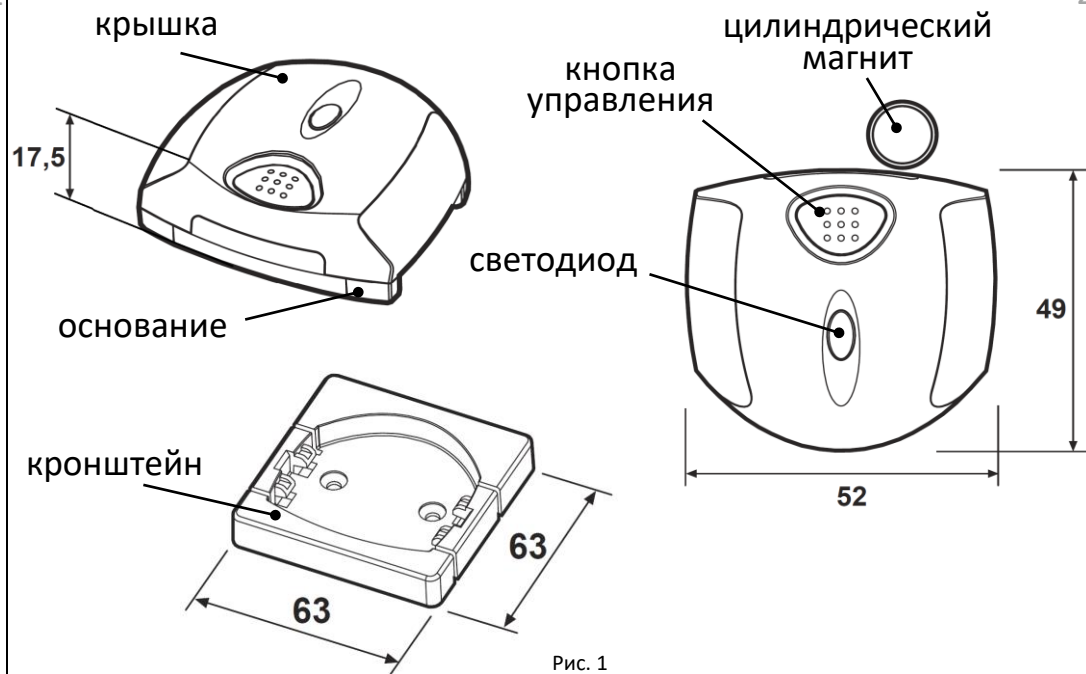
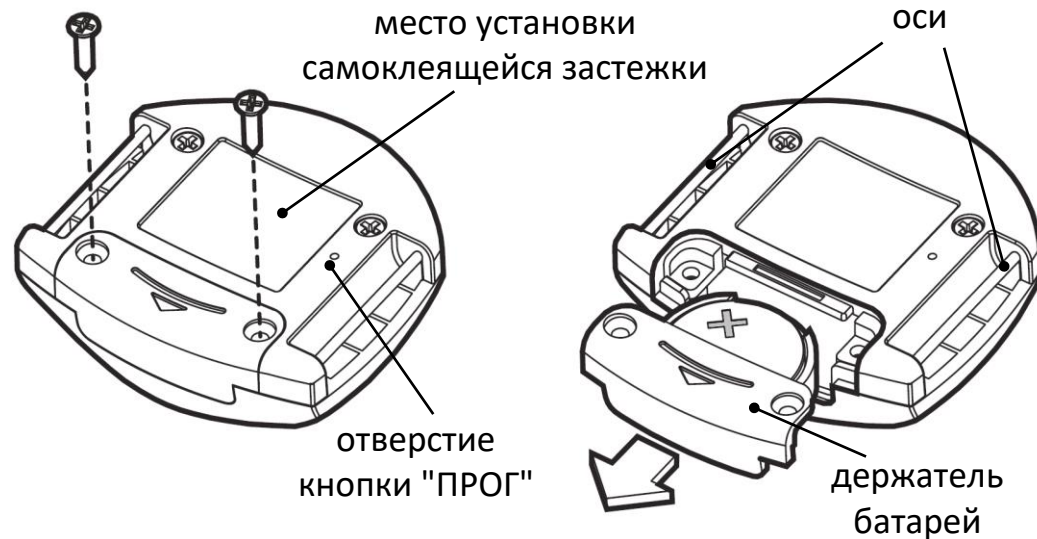

Рис. 1
Рис. 2
Извещатель конструктивно выполнен в виде одного блока (рис.1). На лицевой поверхности корпуса находится двухцветный светодиодный индикатор и кнопка управления. На нижней поверхности корпуса находится отверстие под кнопку программирования ("ПРОГ"). Оси (рис.2) предназначены для крепления ремня или для крепления в кронштейн.
Для смены батарей необходимо отвернуть винты держателя батарей и потянуть его в сторону от извещателя. Батареи устанавливаются в держатель положительным полюсами вверх, так чтобы были видны символ "+". Цилиндрический магнит устанавливается около кнопки управления как показано на рис.1 в месте расположения магниточувствительного элемента.
Нажать правой кнопкой мыши на извещатель в списке дочернего оборудования в ПО, выбрать пункт "Программирование" → "Инициализировать" и тонким предметом (например, скрепкой) нажать кнопку "ПРОГ" через отверстие на нижней поверхности корпуса извещателя (рис.2).
– при помощи двухсторонней самоклеящейся застёжки, приклеиваемой к основанию извещателя (рис.2).
Для перехода извещателя в режим "Не нарушен" необходимо однократно нажать кнопку управления – извещатель будет отображать отсутствие магнита частыми вспышками индикатора красным цветом. После поднесения магнита (как показано на рис. 1), индикатор погаснет и через несколько секунд извещатель перейдет в состояние "Не нарушен".